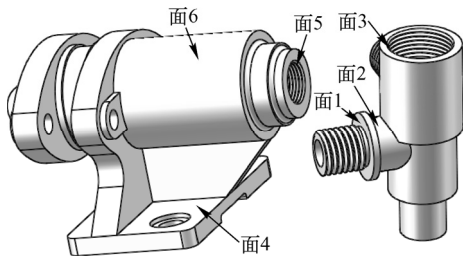
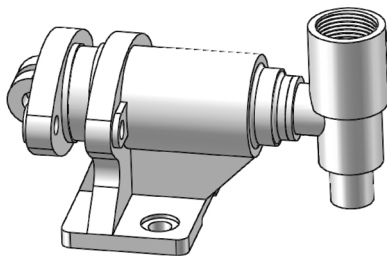

图 13-156 插入“阀体”到装配体
图 13-157 配合后的图形 3
❶ 插入阀体。选择菜单栏中的“插入”→“零部件”→“现有零件/装配体”命令，或单击“装配体”工具栏中的“插入零部件”按钮，在弹出的“打开”对话框中选择“阀体”，将其插入到装配界面中，如图 13-156 所示。
❷ 添加装配关系。单击“装配体”工具栏中的“配合”按钮，选择图 13-156 中的面 2 和面 6，添加“同轴心”关系；选择图 13-156 中的面 5 和面 1，添加“重合”关系；选择图 13-156 中的面 3 和面 4，添加“平行”关系；单击“确定”按钮，完成阀体的装配，如图 13-157 所示。